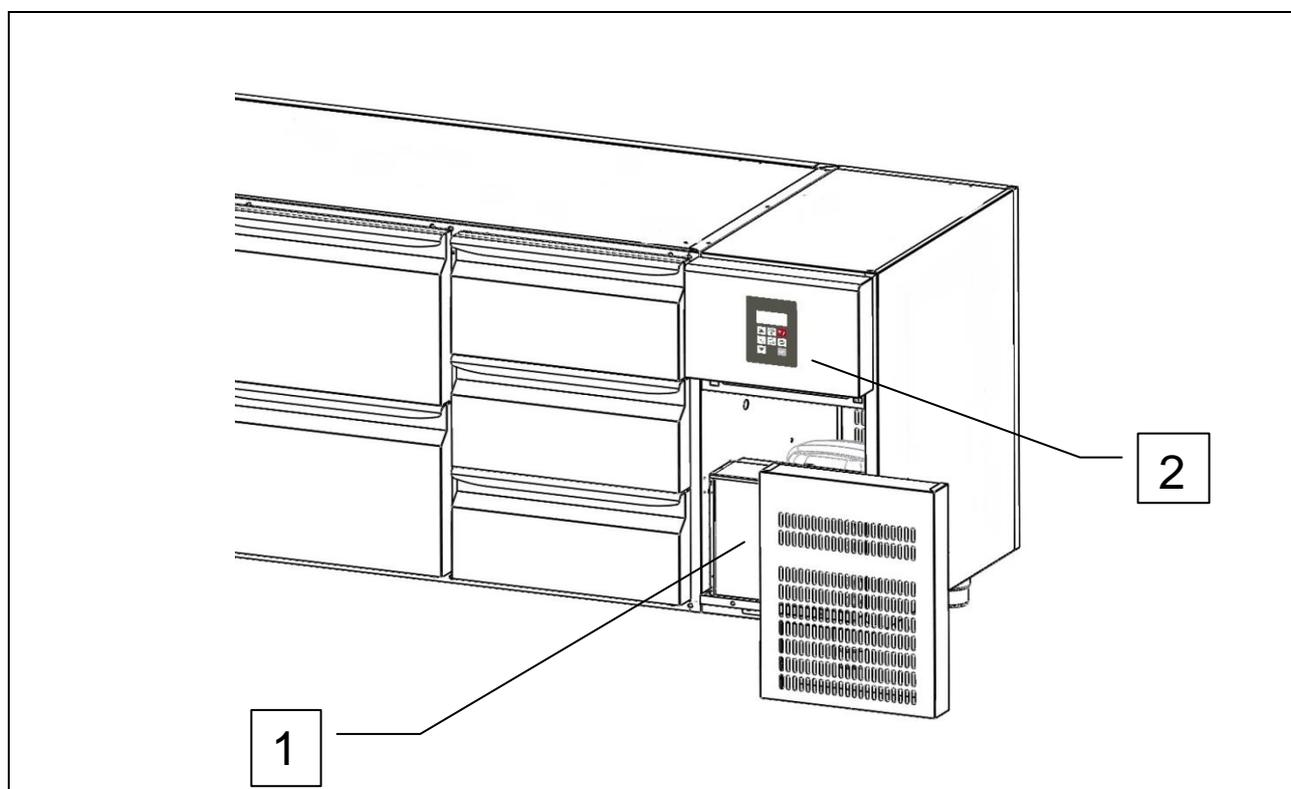

Рис. 3
- холодильная система (поз. 1, рис. 3);
- панель управления (поз. 2, рис. 3).